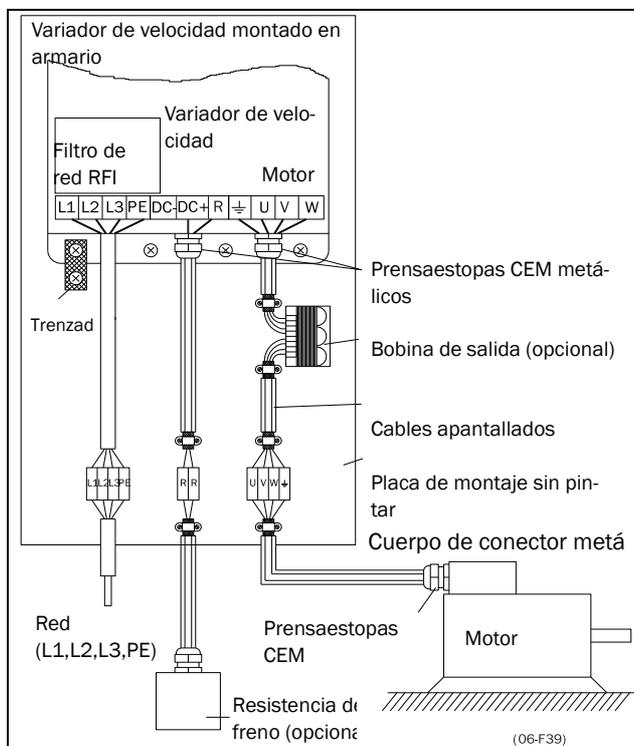

Fig. 33 Variador de velocidad en armario sobre placa de montaje
- La conexión a tierra con cable trenzado –consulte la fig. 33– solamente es necesaria si la placa de montaje está pintada. Todos los variadores de velocidad tienen una placa de fondo sin pintar, por lo que se pueden montar en una placa de montaje sin pintar.
- La conexión a tierra con cable trenzado –vea la fig. 33– solamente es necesaria si la placa de montaje está pintada. Todos los variadores de velocidad tienen una placa de fondo sin pintar, por lo que se pueden montar en una placa de montaje sin pintar.
Si es preciso interrumpir los cables de motor con conmutadores de mantenimiento, bobinas de salida, etc., hay que garantizar la continuidad del apantallamiento utilizando cuerpos metálicos, placas de montaje metálicas, etc., como se muestra en la Fig. 33.
- Si el variador de velocidad se monta en un armario estándar, el cableado interno debe cumplir la normativa CEM. La Fig. 33 muestra un ejemplo de variador de velocidad montado en un armario.